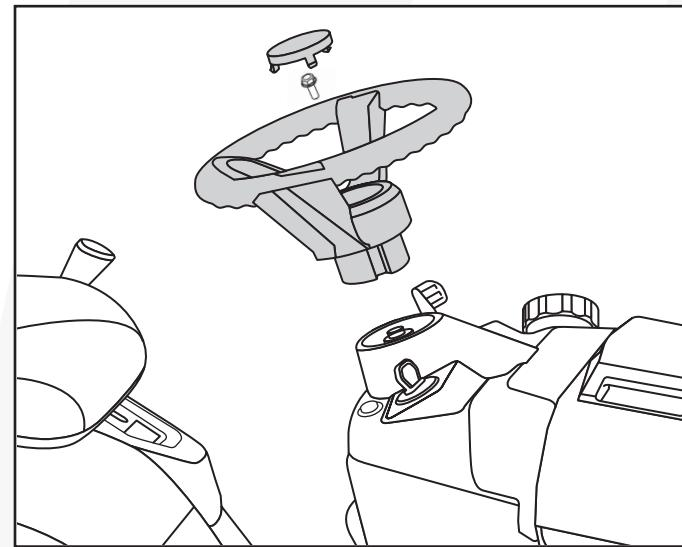

Fig. 4
1. Alinee el volante con el eje de dirección, deslice el volante por el eje hasta su posición y fije el volante con el perno suministrado a un par de 15-19 pies-libra (Fig. 4).